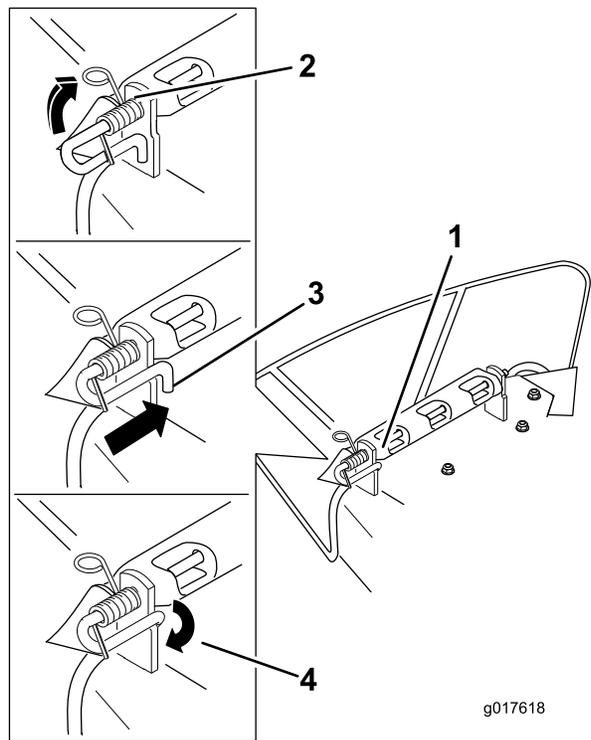

Figura 64
7. Fije el conjunto de varilla y muelle torciéndolo de manera que el extremo corto de la varilla pueda colocarse detrás del soporte delantero que está soldado a la carcasa (Figura 64).
3. Coloque el nuevo deflector de descarga con los extremos de los soportes entre los soportes soldados de la carcasa, según se muestra en Figura 64.
6. Levante el extremo del muelle que tiene bucle y colóquelo en la muesca del soporte del deflector (Figura 64).